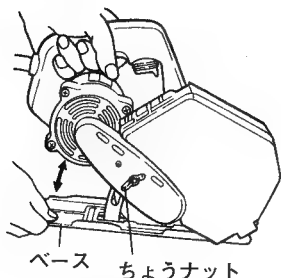

図 7
#### (2) 切込み深さの調整(図7)
- (1) 切込み深さを最大にします。(図7参照)